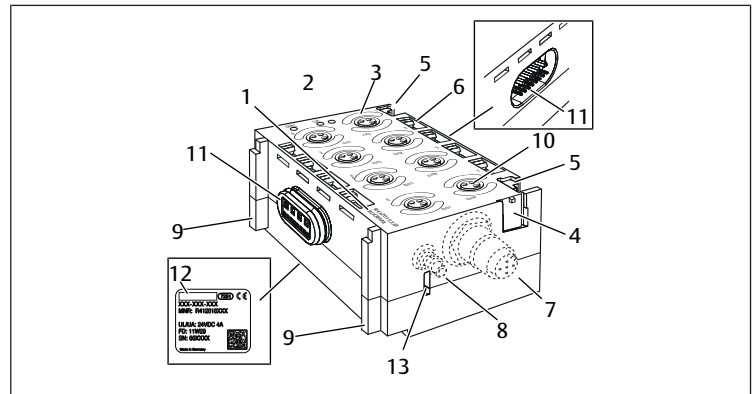

Abb. 4: Eingangsmodul/Ausgangsmodul
- Montieren Sie die Bezeichnungsschilder des alten E/A-Moduls auf das neue E/A-Modul oder beschriften Sie das neue E/A-Modul (siehe Abb. 4: Eingangsmodul/Ausgangsmodul (4)).